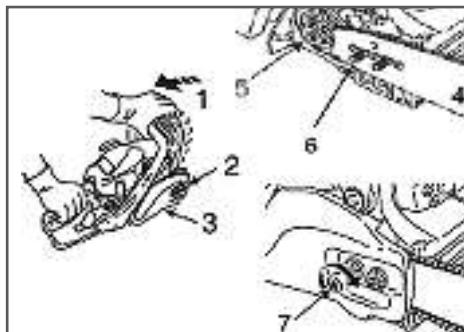

Рис. 2 Установка шины
- Перед установкой шины и цепи убедитесь в том, что тормоз цепи находится в расторможенном положении. Для этого рукоятку тормоза 1 (Рис.2) потяните на себя до щелчка.
- Открутите гайки 2 и снимите крышку шины 3 (Рис. 2).
- Установите шину 4 пазом на шпильки крепления шины 6 и передвиньте ее в сторону муфты сцепления 5 для облегчения установки цепи (Рис. 2).
- Вращая винт натяжителя цепи 7 (Рис. 2) против часовой стрелки, установите палец натяжителя в крайнее левое положение. Установите на место крышку шины 3 (Рис. 2).
8. Отрегулируйте натяжение цепи (см. раздел «Регулировка натяжения цепи») вращая винт натяжителя цепи 7 (Рис. 2) по часовой стрелке.